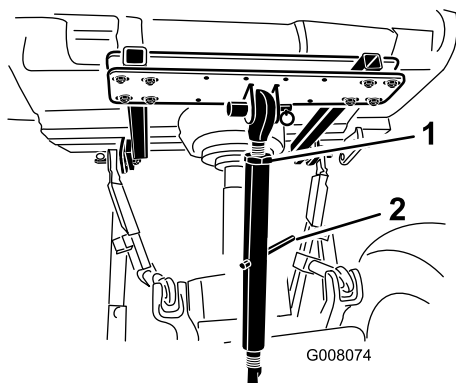

Figura 9
7. Ruotare l'anello di regolazione per serrare l'anello (Figura 9). Non serrare eccessivamente, in modo da sollevare l'estremità posteriore dell'arieggiatore dal terreno.
8. Serrare il dado di bloccaggio per bloccare l'anello superiore in posizione (Figura 9).